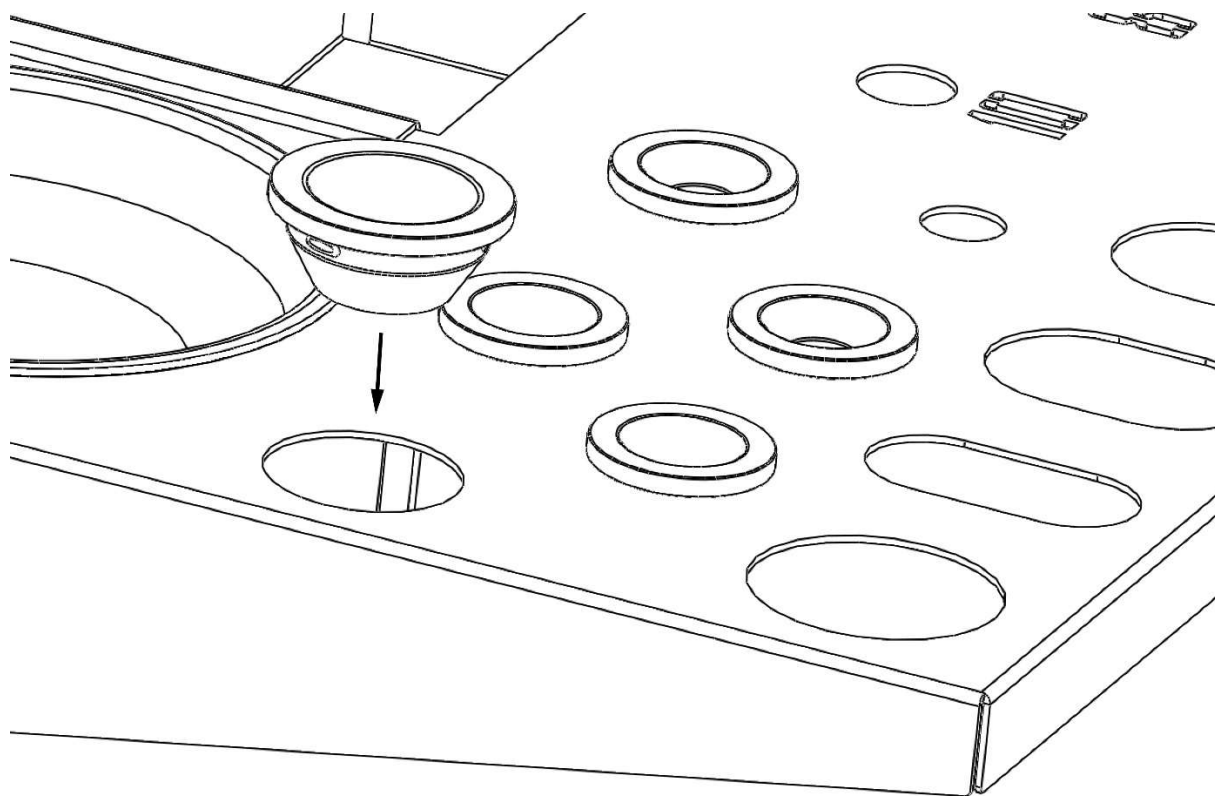

Figura 11: Soportes plásticos opcionales para destornilladores
6. Vuelva a colocar la cubierta de plástico en el brazo Add-On (**figura 11**). Utilice un mazo de goma u otra herramienta blanda similar.
- ◆ Los soportes plásticos incluidos pueden utilizarse para evitar que los destornilladores se inclinen en la bandeja. Se instalan insertándolos desde arriba en los orificios y presionándolos (**figura 11**).